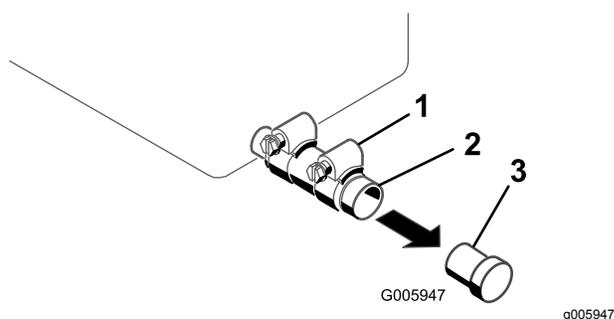

Рисунок 30
4. Поместите сливной поддон под трубку слива масла (Рисунок 30).
5. Отпустите зажим и снимите пробку (Рисунок 30).